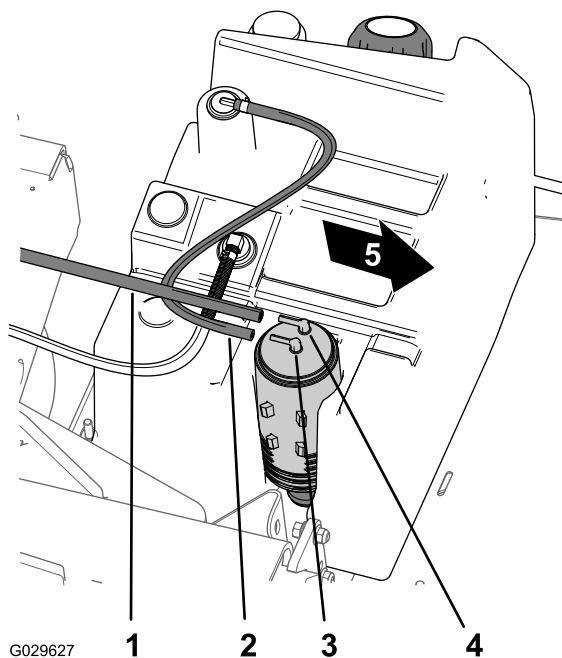

Figura 46
2. Retire la manguera del depósito de combustible del acoplamiento del cartucho de carbón marcado "Fuel Tank" (depósito de combustible) (**Figura 46**).
1. Retire la manguera de aspiración del acoplamiento del cartucho de carbón marcado "Purge" (purga) (**Figura 46**).
8. Conecte la manguera de aspiración al acoplamiento del cartucho de carbón marcado "Purge", y la manguera del depósito de combustible al acoplamiento marcado "Fuel Tank" (Figura 46).